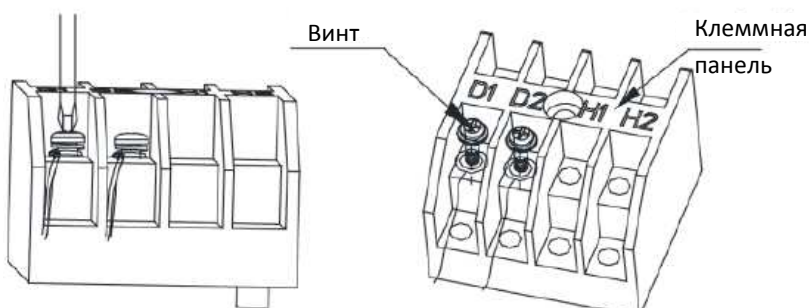

Рис. 5.3.1.
- (1) Снимите крышку электрической коробки.
- (2) Протяните сигнальный кабель через отверстие для кабелей.
- (3) Подключите жилы сигнального кабеля к клеммам D1 и D2, как показано на рис. 5.3.1.
- (4) Закрепите сигнальный кабель с помощью хомута.
- (5) Для более надежной связи убедитесь, что к последнему внутреннему блоку, подключенному к шине связи, подключен согласующий резистор (клеммы D1 и D2), как показано на рисунке 5.3.2, согласующий резистор поставляется в комплекте с каждым наружным блоком.